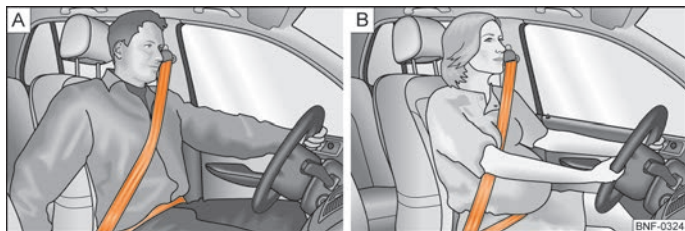

Bild 75 A - Placering av skulder- och bäckenbälte/B - Placering av bältesremmen på gravid kvinna
- Skulderbältesdelen får aldrig löpa över halsen, utan ska löpa ungefär mitt över skuldran och ligga an bra på överkroppen. Höftbältesdelen ska ligga över bäckenet och får inte löpa över buken, och ska alltid sitta åt ordentligt ⇒ bild 75 - A.
- Hos gravida kvinnor måste bäckenbältesdelen placeras så lågt som möjligt över bäckenet, så att inget tryck utövas över buken ⇒ bild 75 - B.